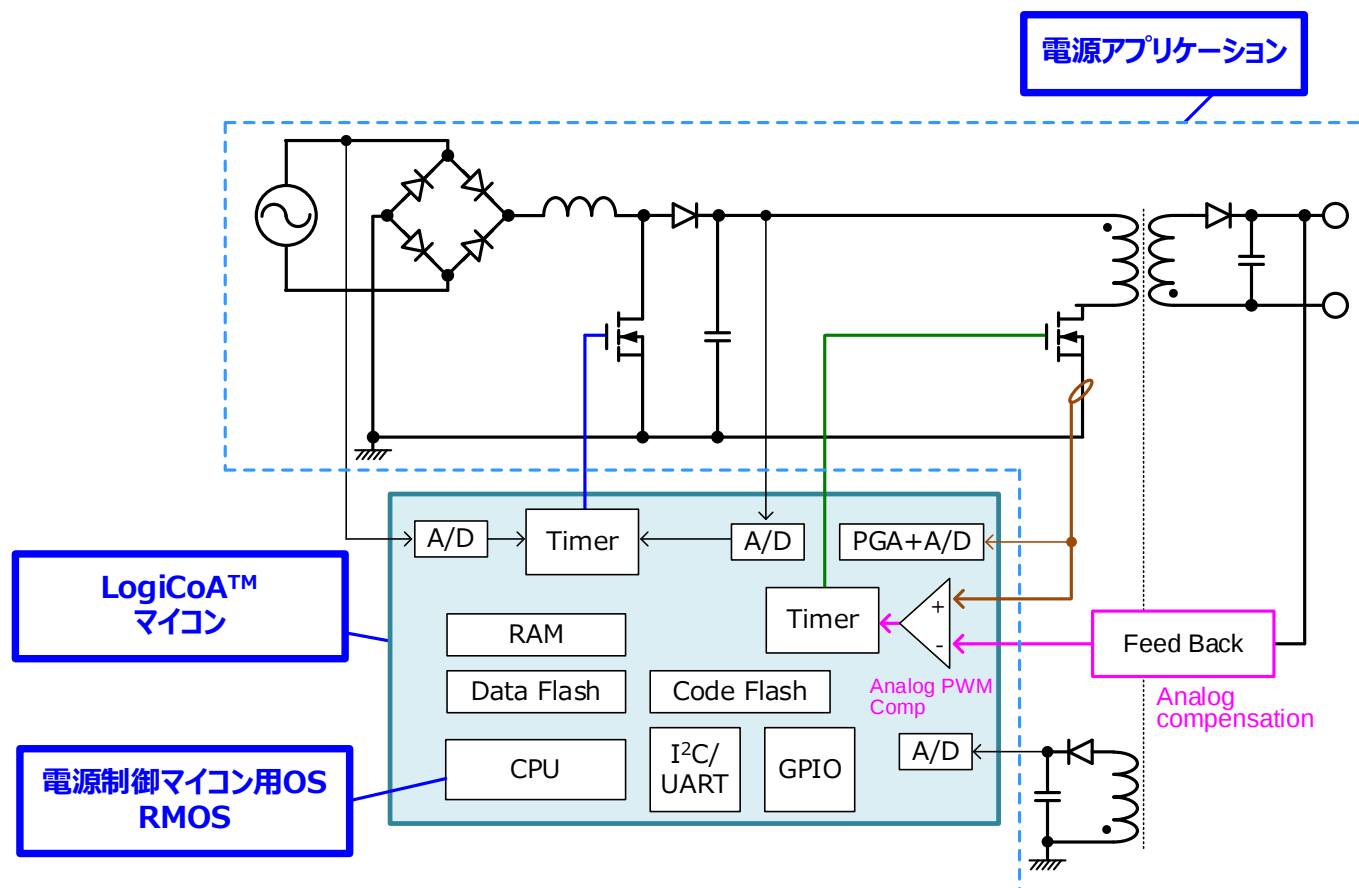

Figure 1. LogiCoA™電源ソリューションのシステム概要
LogiCoA™電源ソリューションの概要を Figure 1 に示します。LogiCoA™電源はアナログ・デジタル融合制御を電源制御に用いたソリューションで①電源制御用マイコン(LogiCoA™マイコン)ML62Q203x/ML62Q204x(以降 ML62Q20xx グループ)、②電源制御マイコン用オペレーティングシステム RMOS、③電源アプリケーションの三つの要素から構成されます。アナログ・デジタル融合制御の詳細については、解説アプリケーションノートスイッチング電源設計を革新するアナログ・デジタル融合制御[1]を参照してください。